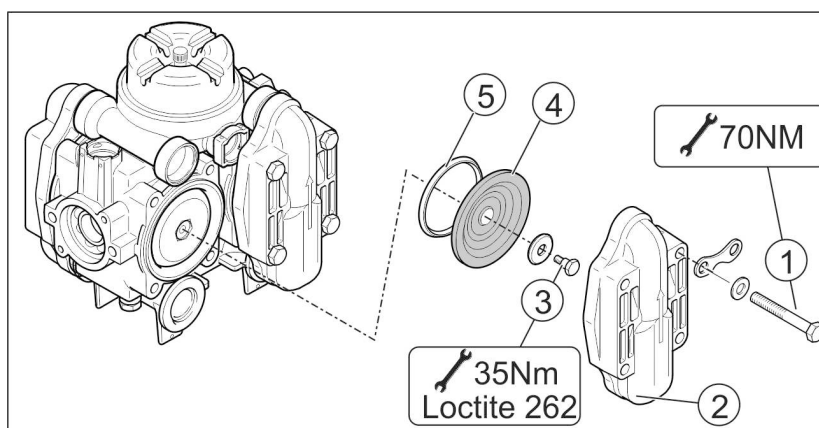

Fig. 194
2. Allentare le viti (Fig. 194/1).
3. Rimuovere il coperchio valvola (Fig. 194/2).
4. Verificare la membrana pistone (Fig. 194/4) e l'anello conico (Fig. 194/5).
1. Allentare la vite (Fig. 194/3) e rimuovere la membrana pistone (Fig. 194/4) insieme alla rondella di tenuta.